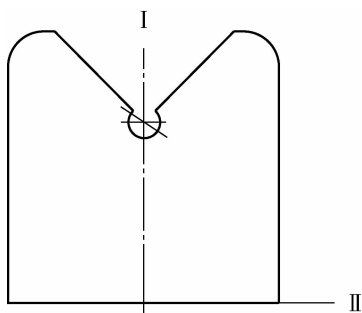

图 1-3 划线基准的选择
(4)选定划线基准。此工件划线基准可选左右对称中心线Ⅰ和底面Ⅱ,如图 1-3 所示。